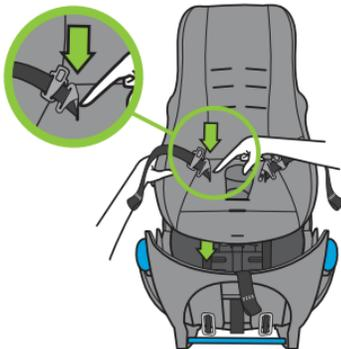

Figure 96
- Poussez la languette de la boucle vers le bas à travers l'ouverture de la sangle de hanche dans la housse et la coque intérieures du porte-bébé, comme indiqué dans la **Figure 96**.